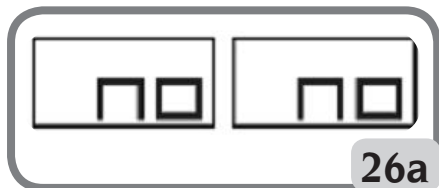

Abbildung 26a Versteckte Gewichte: Verfahrensfehler
- 3 Die Taste  drücken, um das Programm Versteckte Gewichte zu aktivieren. Wenn man versucht das Programm aufzurufen ohne vorher ein ALU P-Programm gewählt zu haben, wird die Meldung "A 26" angezeigt. Wenn das Rad auf der Außenseite ausgewuchtet ist, zeigt die Maschine auf dem Display die Meldung aus Abb. 26a an.
6. Wenn der ausgewählte Winkel größer als 120 Grad ist, zeigt die Maschine zirka 3 Sekunden lang die Abb. 26a an und fordert damit auf, einen anderen Punkt zu wählen. Wenn der ausgewählte Winkel hingegen kleiner als 120 Grad ist, zeigt die Maschine die auf Abb. 26c sichtbare Meldung auf dem Display an, und ermöglicht es so, mit dem nächsten Schritt fortzufahren.